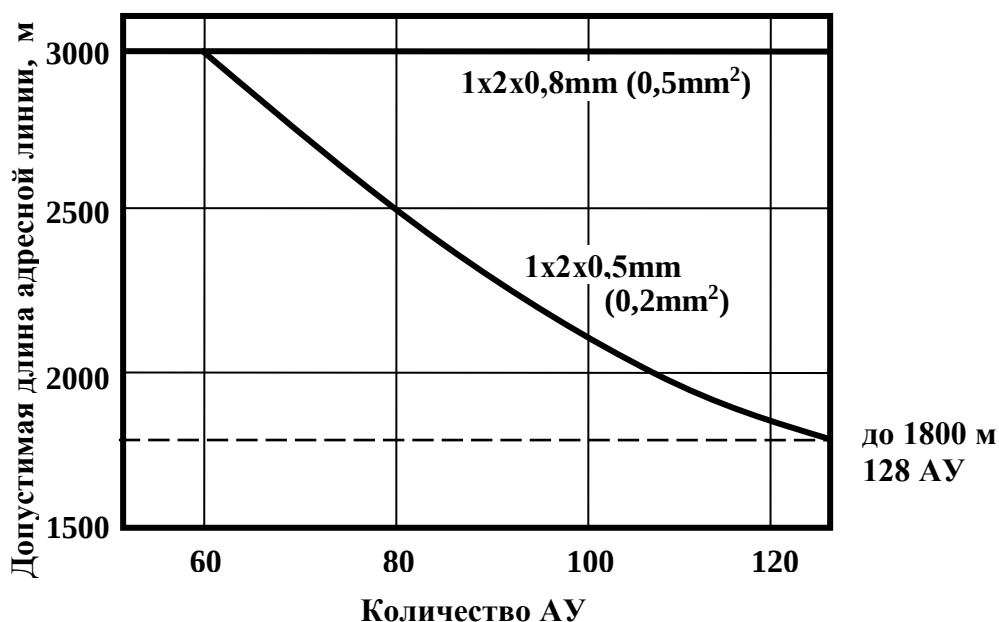

Рис.13. Допустимая длина адресной линии в зависимости от количества АУ (допустимая длина определяется как максимальное удаление АУ от любой из клемм прибора).
3.6.4. Напряжение в адресной линии не должно опускаться ниже 3,5В, поэтому при большом количестве АУ допустимая длина адресной линии снижается. При этом длина адресной линии от любой клеммы ППКПиУ до максимально удаленного АУ не должна превышать значений, определяемых по рис.13.
При выполнении требований рис.13 любой обрыв адресной линии не приведет к потере связи с устройством, так как его удаление от любой из клемм прибора не превысит допустимого.